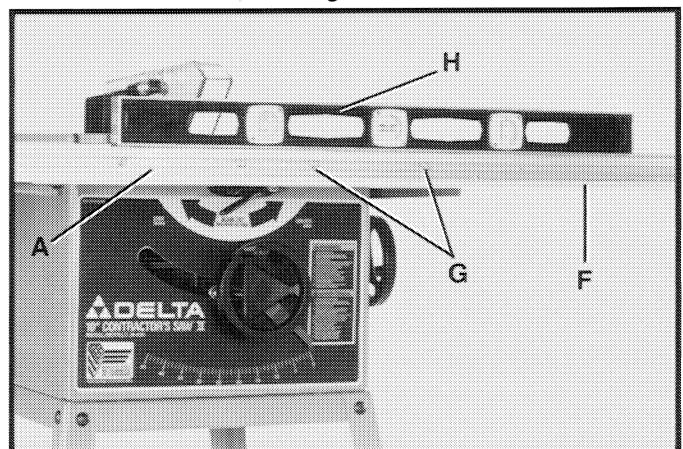

Fig. 35
3. Ensamble el riel de guía largo (F) Fig. 35 a la mesa de la sierra usando los dos tornillos de cabeza hexagonal de 3/8-24 x 1-1/2 pulg. de largo (G), arandelas planas con diám. int. de 3/8 pulg. y las tuercas hexagonales de 3/8-24 pulg. suministradas. No apriete la herramienta de ensamblaje completamente en este momento.
4. Utilizando una regla (H) Fig. 35, asegúrese que el riel de guía largo (F) esté nivelado y en línea con el riel de guía corto (A) y apriete la herramienta de ensamblaje (G).